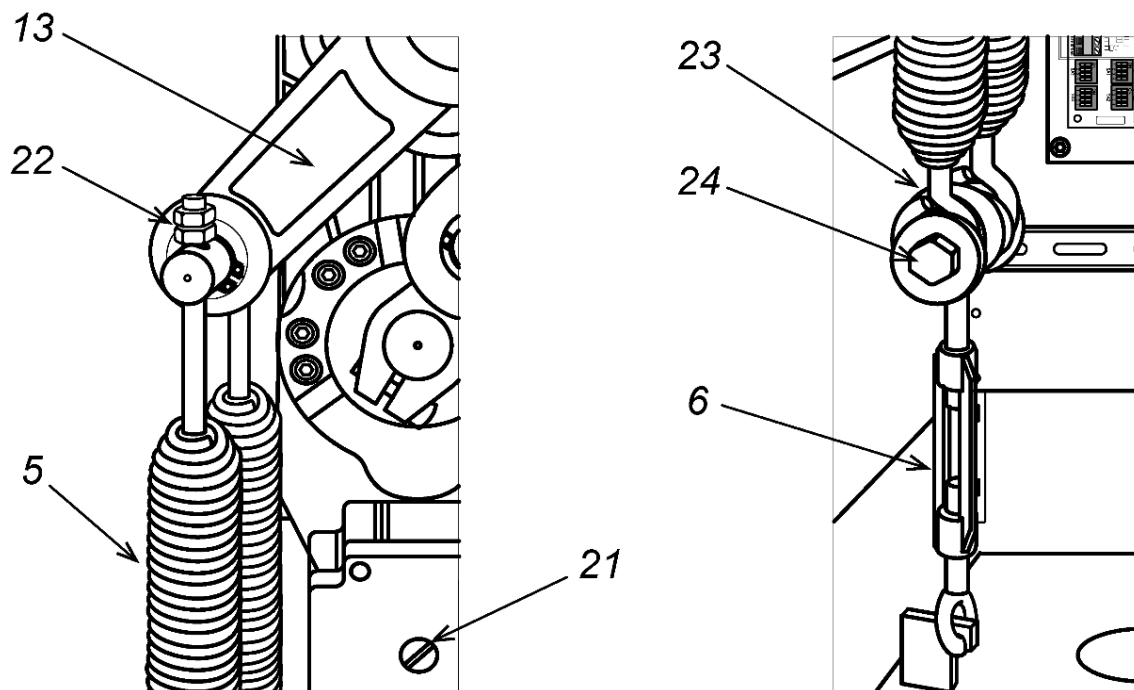

Рисунок 12. Установка балансировочных пружин
1. Снимите дверцу (2), открыв замок ключом.
2. На приводе стрелы переведите рычаг (13) в нижнее положение (см. рис. 12). Для этого шлицевой отвёрткой вращайте винт (ручку) разблокировки привода (21) против часовой стрелки, пока стрела не разблокируется из крайнего положения, затем вручную поднимите ее вертикально до упора. Для окончательной блокировки стрелы в крайнем верхнем положении вращайте винт (ручку) разблокировки привода (21) против часовой стрелки до упора.
3. Выберите из комплекта поставки необходимые пружины (5) в соответствии с таблицей:
5. Также регулировать натяжение пружин можно при помощи гаек (22) на верхних шпильках пружин (см. рис. 12), при этом над гайками у обеих пружин должно быть примерно одинаковое количество витков резьбы, но не менее 3-5 витков.